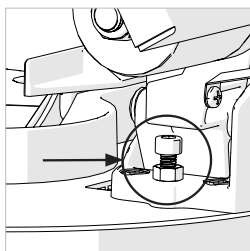

Fig. 31
- Relâchez légèrement le boulon d'ajustage d'angle d'arrêt 0°. **(Fig. 31)**